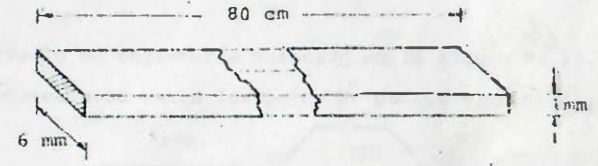

FIGURA P3.5
3.5 La corriente que circula en una varilla con las dimensiones mostradas en la figura P3.5, es de 1.4 A cuando la diferencia de potencial en sus extremos es de 700 mV. Calcule la resistencia entre los extremos de la varilla y la conductividad del material.